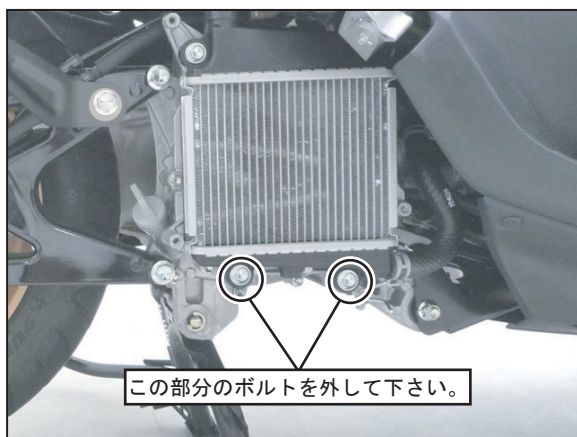

FIG. 2
3. ラジエタ下部の純正ボルト2本を外し、外したボルトを使用して③エキゾーストパイプステーを取り付けて下さい。(FIG. 2, 3 参照)